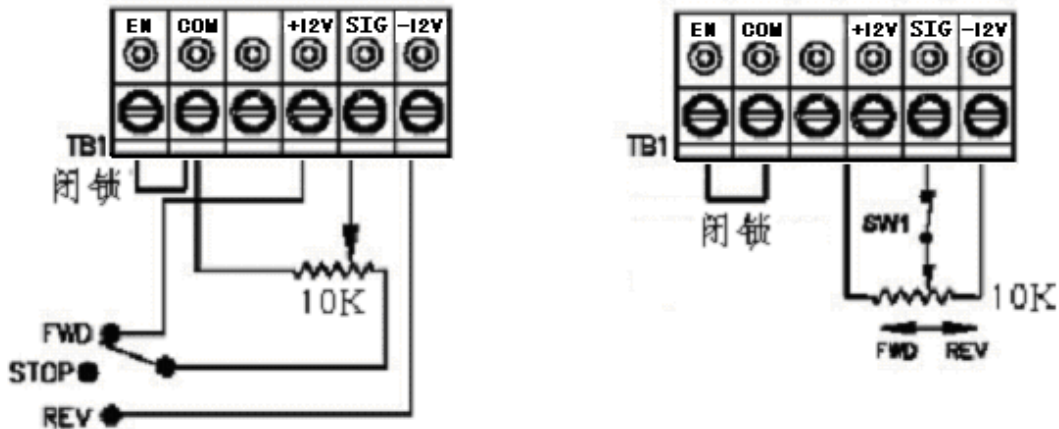

图12
4.1 仅对双向操作 - 当使用可逆触点时，连接端子“COM,” “+12,” “SIG,” 和“-12”，若与电位器配合使用，连接“+12,” “SIG,” 和“-12.”参见图12。